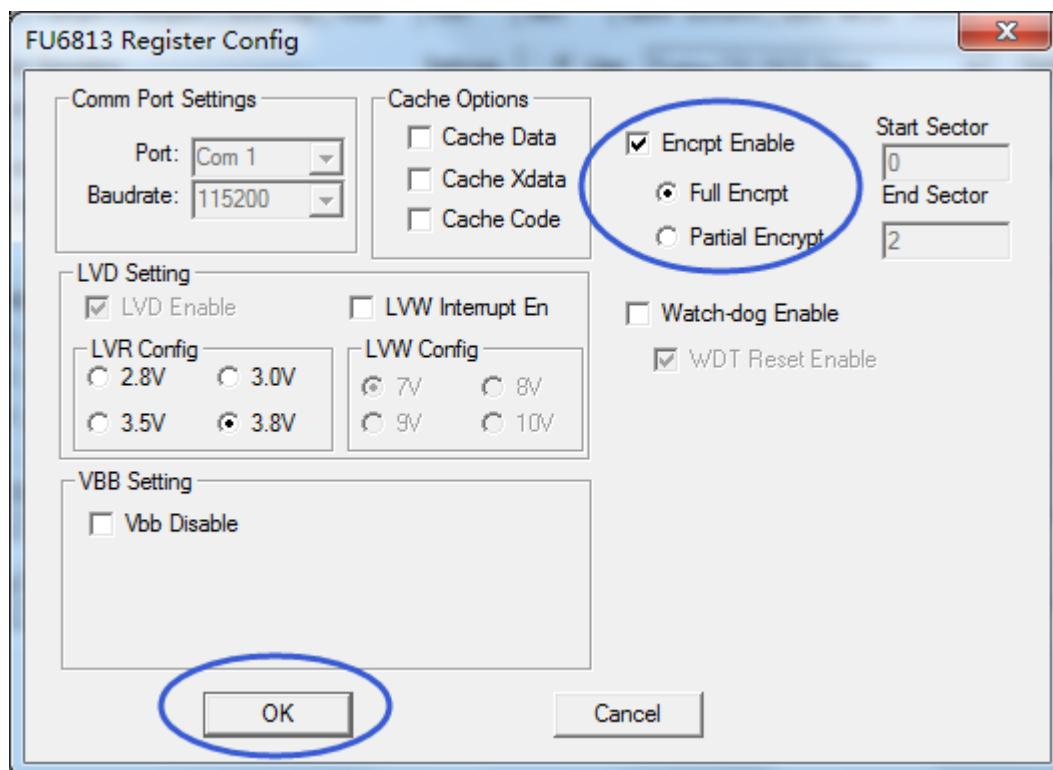
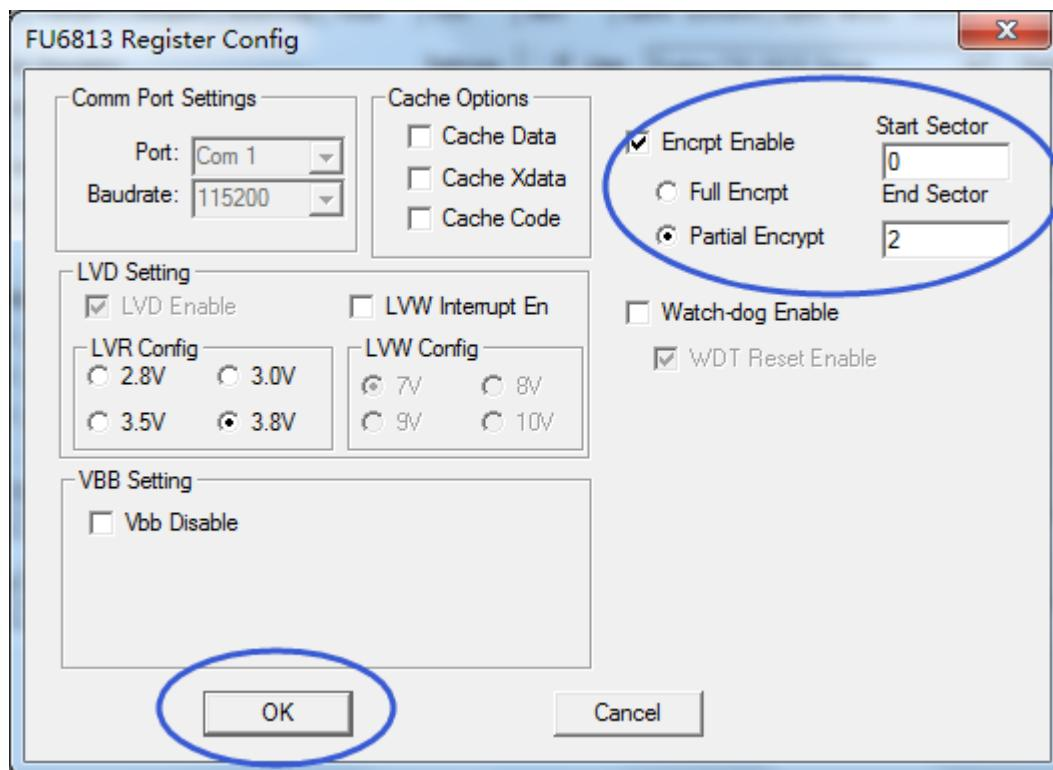

图 35-2 代码保护 全保护模式
图 35-3 代码保护 局部保护模式
2. 按照图 35-2 所示进行选择并设置，点击 **OK**。然后编译工程并下载，得到的 **BIN** 文件并烧录到 **Flash** 后即可达到代码保护的效果。
需要说明的是，芯片具有全代码保护模式和局部代码保护模式，图 35-2 所示设置为全代码保护模式，设置之后 **FLASH** 中的所有代码都会被保护。图 35-3 所示设置为局部代码保护模式，设置后仅保护从扇区 0 到 **END SECTOR** 所指扇区的区域，任何扇区的保护设置都会使最后一扇区被保护。